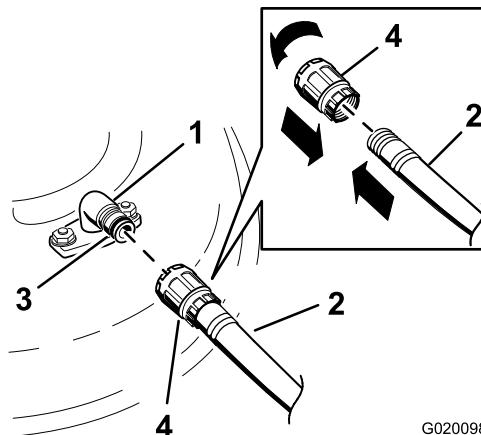

図 77
3. デッキ後部についている洗浄用フィッティングに、ホースのカップリングを接続し、水道栓を全開にする図 77。